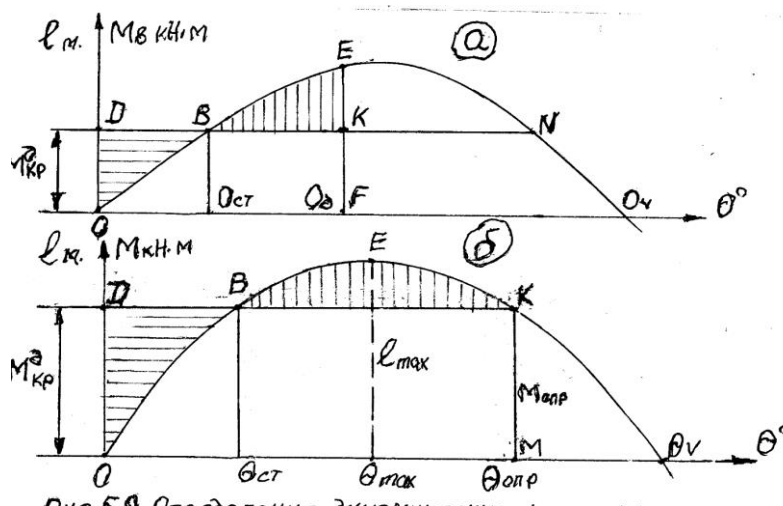

Рис. 5.9. Определение динамических углов крена
Рассмотрим действие на судно динамического крениющего момента $M_{np}^{дин}$ график которого на ДСО изобразится горизонтальной прямой ДН (рис. 5.9, а). На участке ДВ при наклонении $M_{np}^{дин}$ больше $M_{восст}$ и судно будет кренился дальше с нарастающей угловой скоростью. В точке В $M_{np}^{дин}$ будет равен $M_{восст}$, но судно по инерции будет кренился дальше с убывающей угловой скоростью пока она не обратится в нуль при некотором угле крена, который называется динамическим углом крена $\theta_{дин}$. Условием для определения динамического угла крена $\theta_{дин}$ является равенство работ $M_{np}^{дин}$ и $M_{восст}$, изображённых на рисунке 5.9 а площадью фигуры **ODVKF** ($A_{np}^{дин}$) и фигуры **ОВЕКФ** ($A_{восст}$) соответственно. Таким образом, определение динамического угла крена $\theta_{дин}$ от $M_{np}^{дин}$ сводится к подбору положения вертикали **EF**, обеспечивающей равенство площадей **ОВЕКФ** и **ODVKF**, то есть работ $A_{восст}$ и A_{np} . Площадь сектора **ENK** является запасом динамической остойчивости судна.
2. **Вторая задача** (обратная) состоит в определении величины $M_{np}^{дин}$, вызвавшее наклонение судна на угол крена $\theta_{дин}$. Она решается при заданном положении вертикальной прямой **EF** подбором положения горизонтальной прямой ДН, обеспечивающий равенство заштрихованных площадей **ОДВ** и **ВКЕ** и общей площади **ОВКФ**. Ордината этой прямой **OD** равна $M_{np}^{дин}$ (рис. 5.9, а).
опрокидывающего момента $M_{опр}$. Угол крена, ограниченный вертикальной прямой **КМ** называется **углом опрокидывания** $\theta_{опр}$, так как его увеличение приведет к опрокидыванию судна (рис. 5.9, б.)